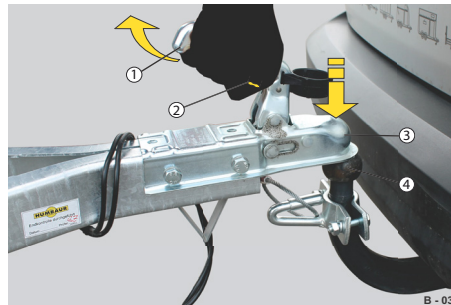

Abb. 8 Beispiel: Ungebremsten Anhänger ankuppeln
- ▶ Sperrklinke (Abb. 8/2) ganz eindrücken.
- ▶ Handgriff (Abb. 8/1) komplett hochziehen Sperrklinke loslassen.
- ▶ Kalotte (Abb. 8/3) auf den Kugelpkopf (Abb. 8/4) setzen.
- Kalotte (Abb. 8/3) auf den Kugelkopf (Abb. 8/4) setzen.